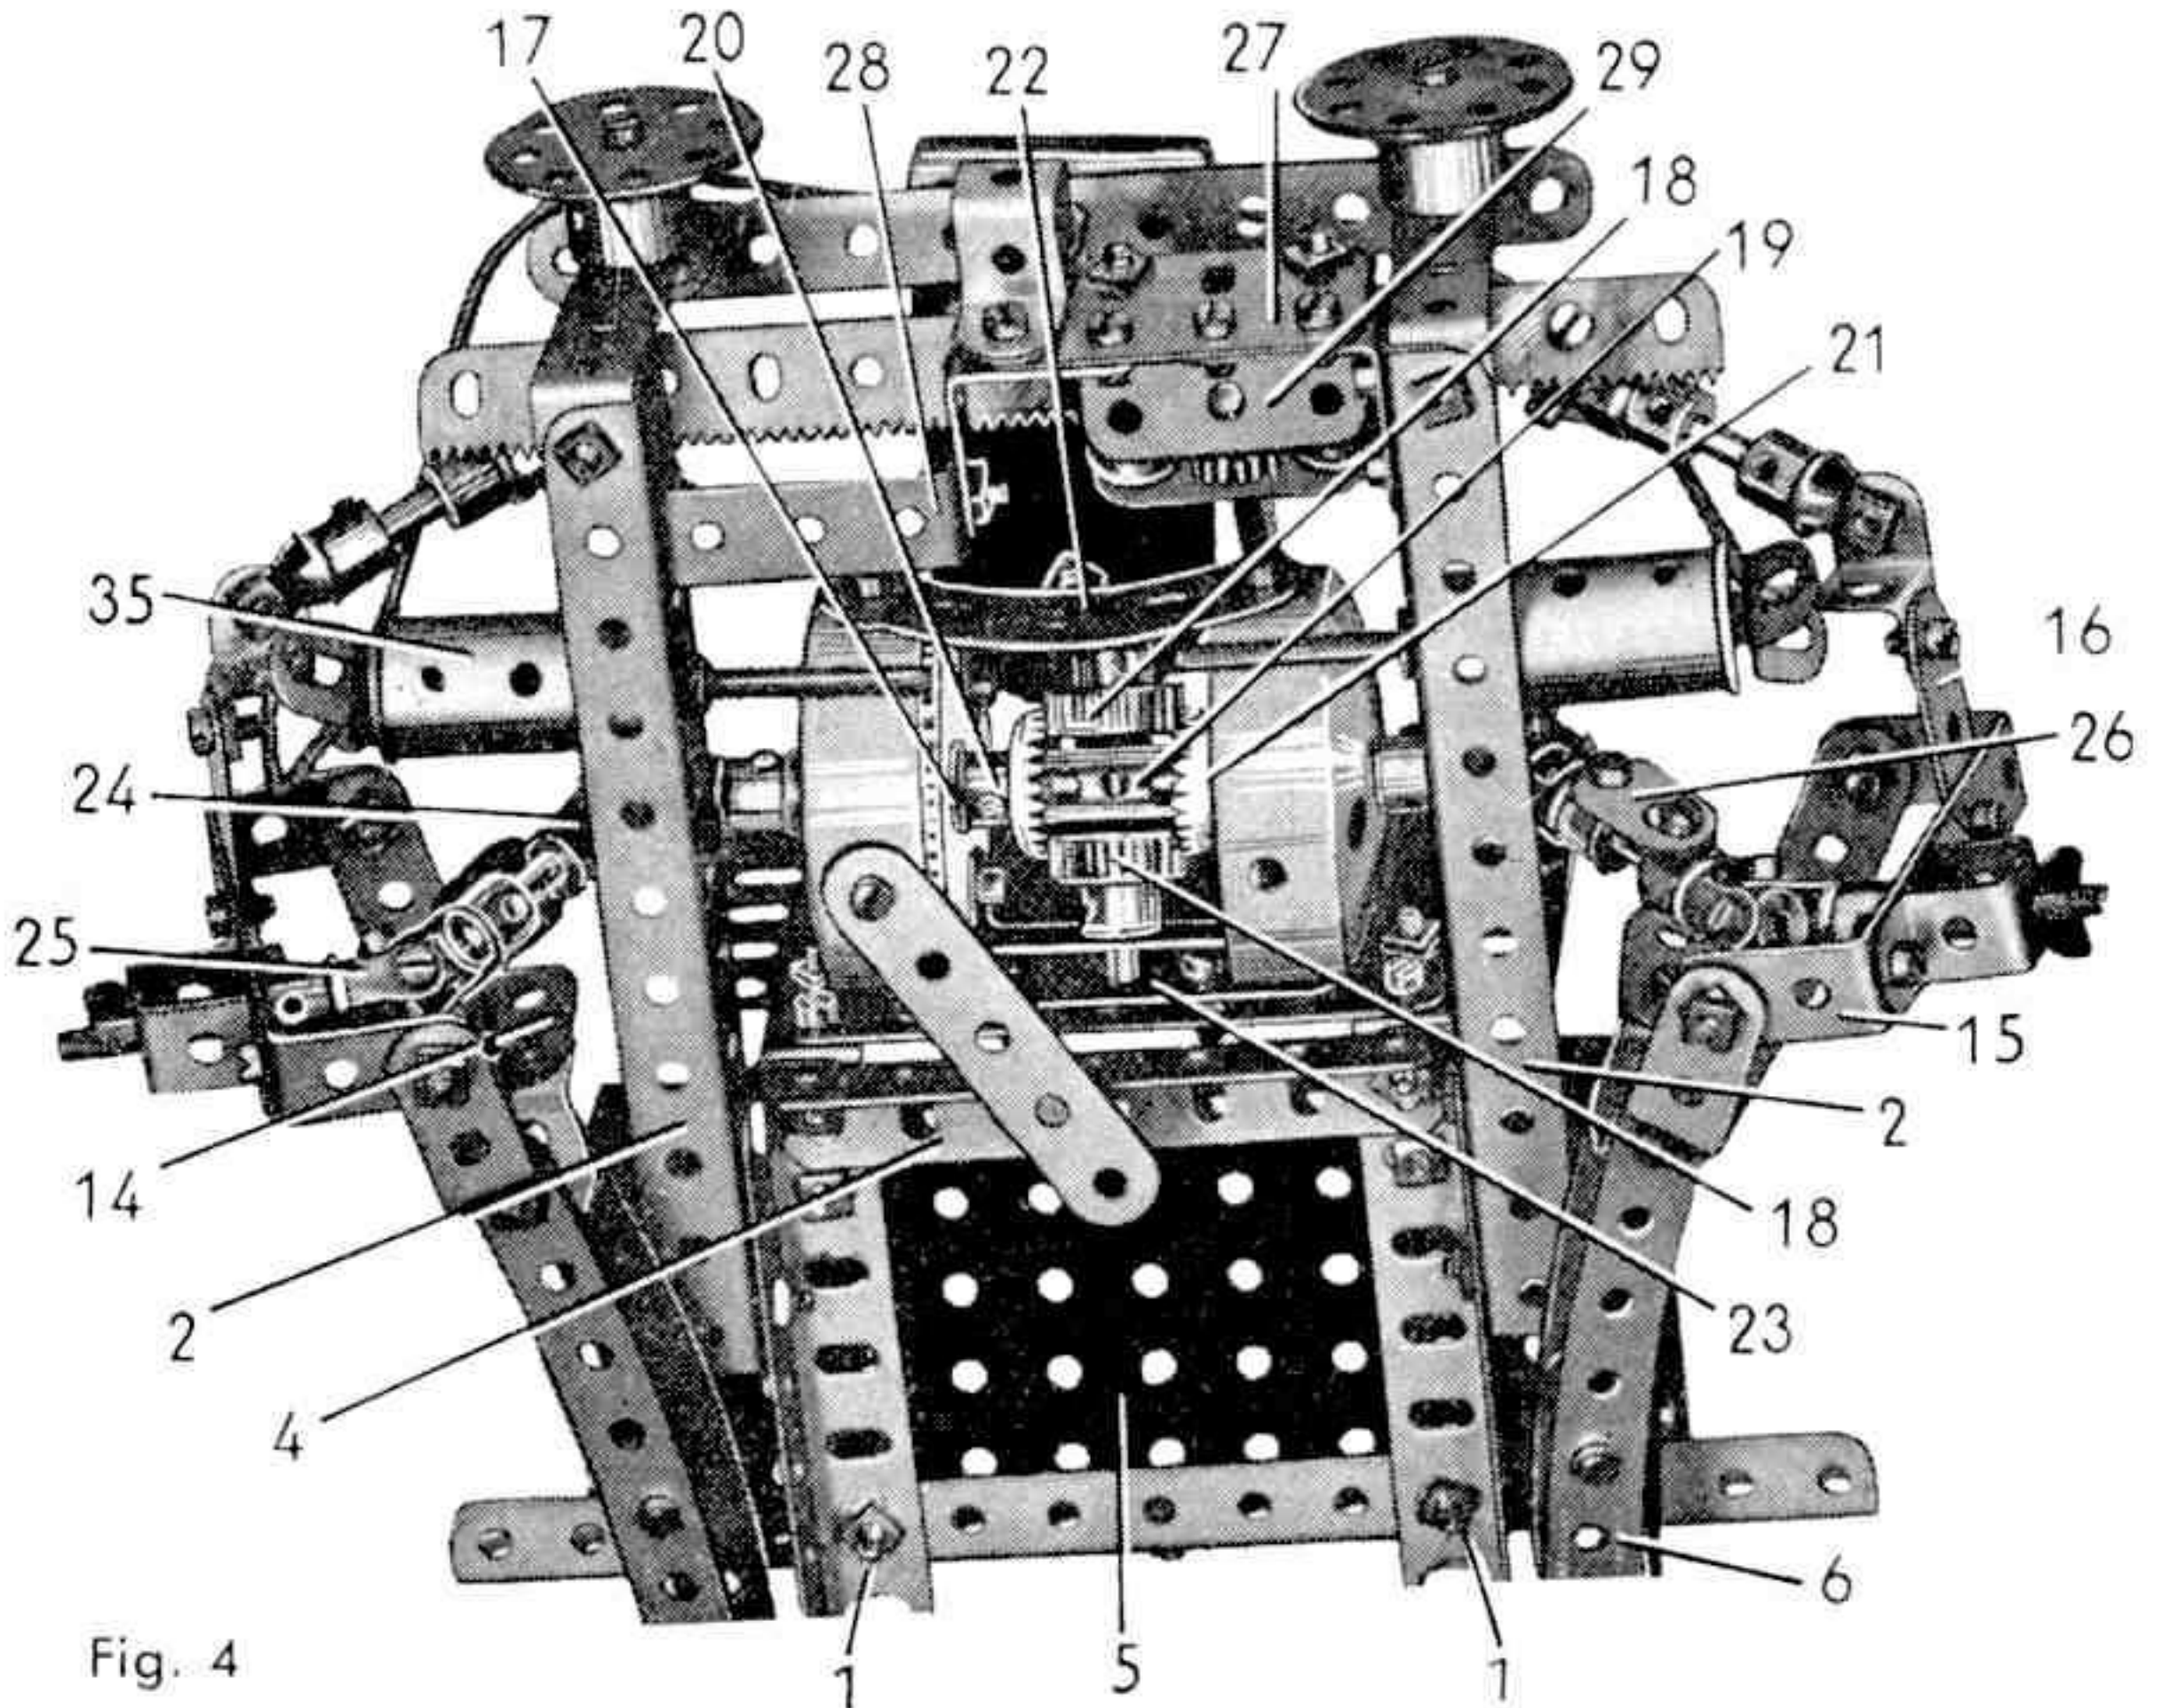

Fig. 4
DIFFÉRENTIEL (fig. 4).
Le différentiel est placé entre deux joues de chaudière réunies par une bande incurvée épaulée de 6 cm. (22) et deux bandes de 5 trous. L'une des bandes de 5 trous a été déplacée sur la figure 4 pour montrer les engrenages, l'autre apparaît en (23). La bande (23) est fixée sur une bande de 7 trous par deux boulons de 9,5 mm. Une rondelle et un écrou sont placés sur chaque boulon entre les deux bandes et la bande de 7 trous est fixée aux extrémités des cornières (1) par deux équerres de 25 x 25 mm.
DIRECTION (fig. 4 et 5).